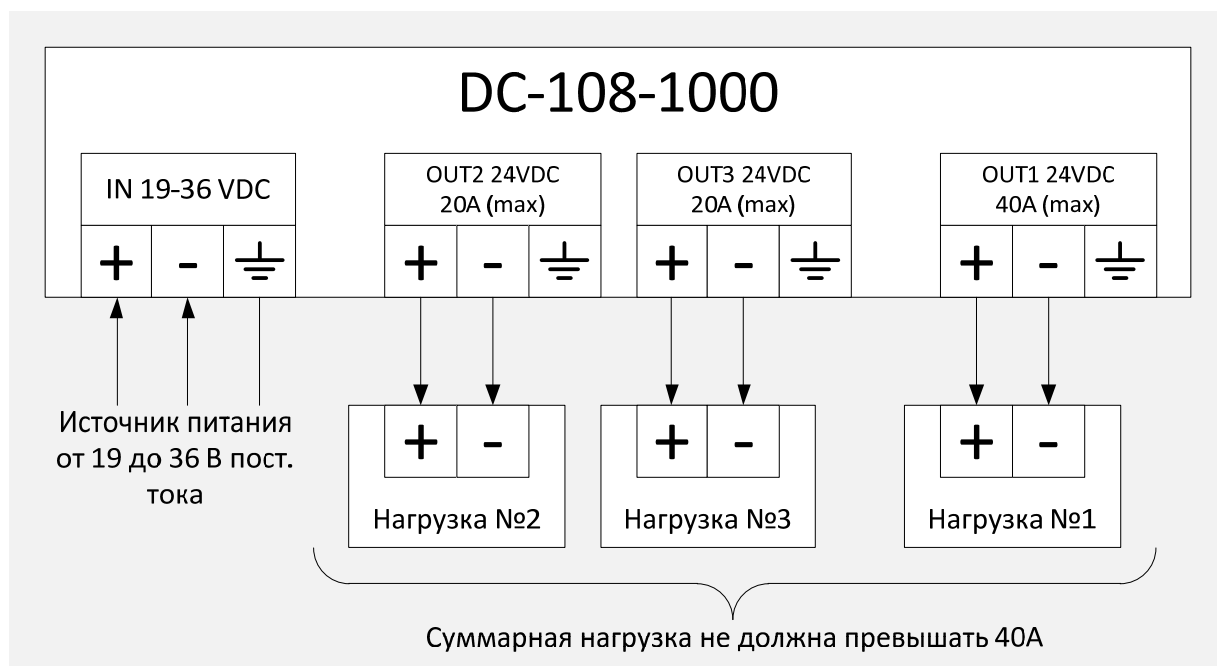

Рисунок 1. Схема подключения DC-108-1000
7. Подключите кабеля от внешних устройств к клеммам БП согласно схемы подключения (смотрите Рисунок 1)